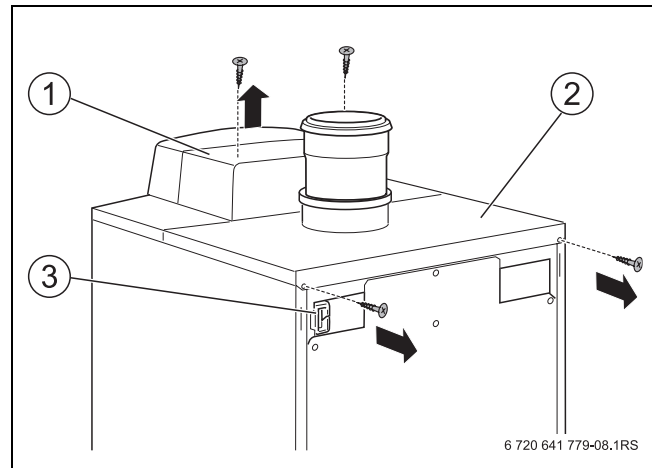

Fig. 25 Retirer le couvercle et le capot arrière de la chaudière
- ▶ Faire passer tous les câbles par le chemin de câbles (→ fig. 25, [3]) et effectuer le raccordement selon le schéma de connexion.